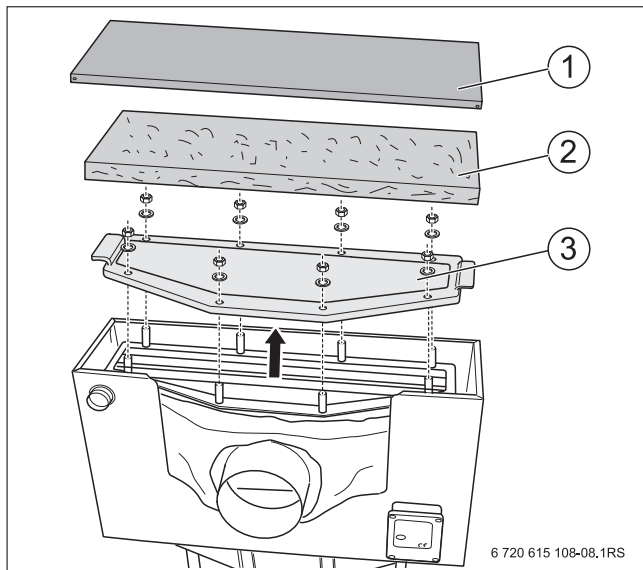

Bild 21 Reinigungsdeckel entfernen
- Reinigungsdeckel (→ Bild 21, Seite 17, [3]) mit Dichtung wieder aufschrauben.
- Wärmeschutz (→ Bild 21, Seite 17, [2]) einlegen und Deckel des Wärmetauschers (→ Bild 21, Seite 17, [1]) auflegen.